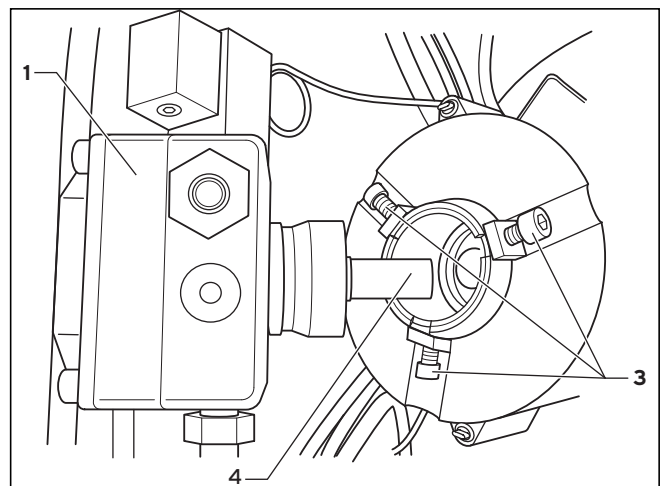

Fig. 8.13 Remplacement de la pompe à mazout
- Placez un chiffon sous la pompe à mazout (1) (voir Fig. 8.13), pour éponger le mazout qui pourrait fuir.
- Dégagez la conduite de la rampe (2) avec une clé à fourche SW 10.
- Desserrez les trois vis (3) (voir Fig. 8.13) situées sur le moteur du ventilateur à l'aide d'une clé mâle hexagonale de 4 mm.